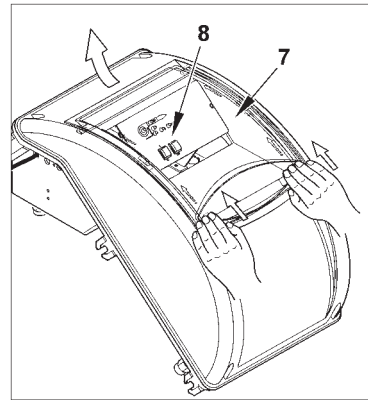

图4
(8)，如图4所示，沿箭头指示方向轻轻移开透明罩(7)，使其与盖板分离并将其取下。